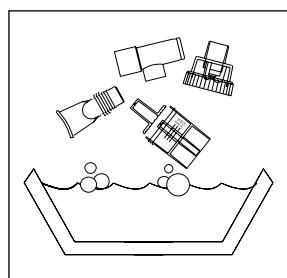

Figure 9
1. Laisser tremper les pièces pendant 30 minutes dans une solution de trois parts d'eau chaude et une partie de vinaigre blanc, dans un récipient ou bol propre (**Figure 9**) Ou utiliser un désinfectant bactérien germicide médical, disponible chez le fournisseur. En ce qui concerne le nébuliseur réutilisable, le nettoyer tous les jours dans le panier supérieur du lave-vaisselle. Suivre à la lettre les instructions du fabricant.